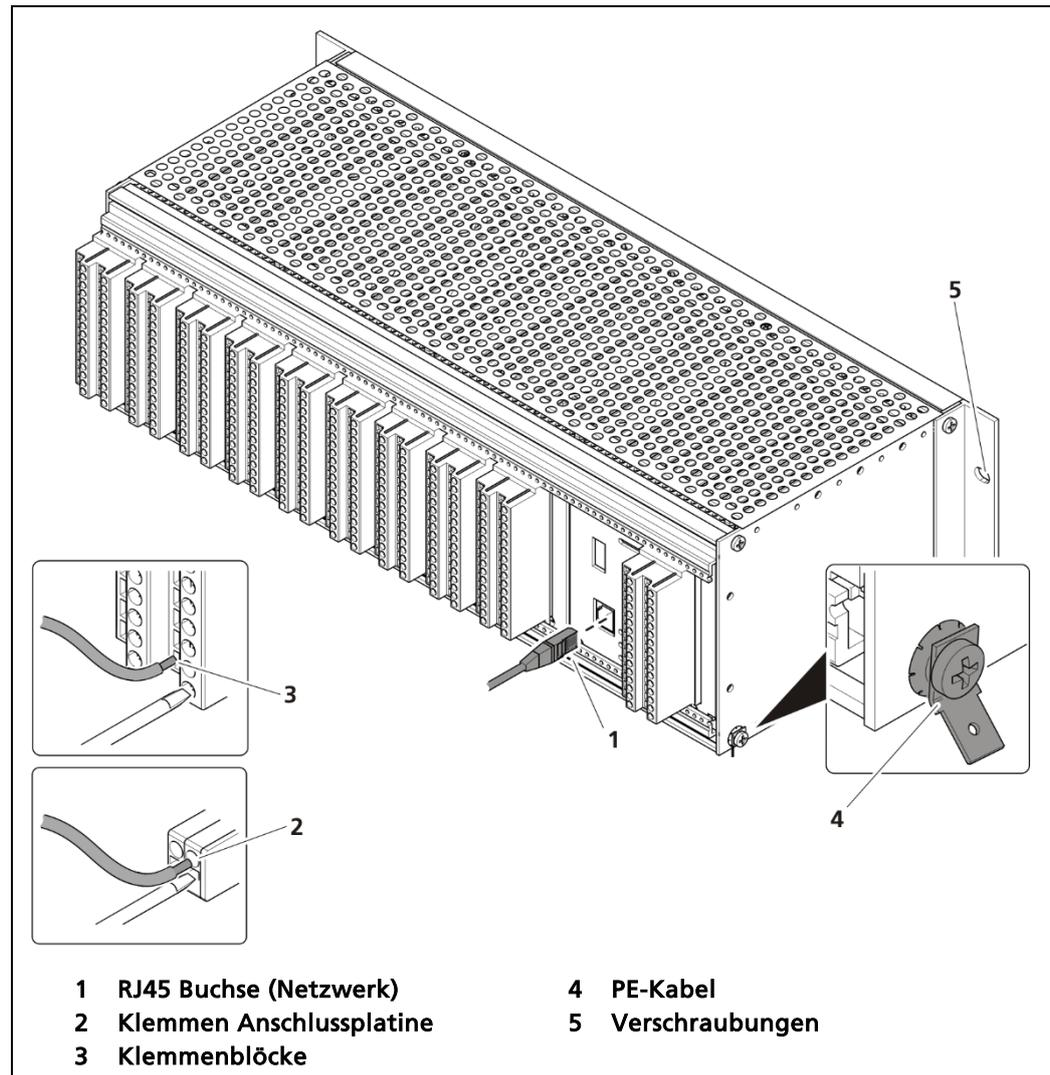

Abb. 153 Außerbetriebnahme 19" Baugruppenträger
2. Entfernen Sie den Netzwerkstecker (Abb. 153, Pos.1).
3. Entfernen Sie alle Leitungen von der Anschlussplatine (Abb. 153, Pos.2) oder den Klemmenblöcken (Abb. 153, Pos.3).
4. Entfernen Sie das PE-Kabel (Abb. 153, Pos.4).
5. Entfernen Sie die Verschraubungen (Abb. 153, Pos.5) und ziehen Sie den Baugruppenträger aus dem 19"- Rack.